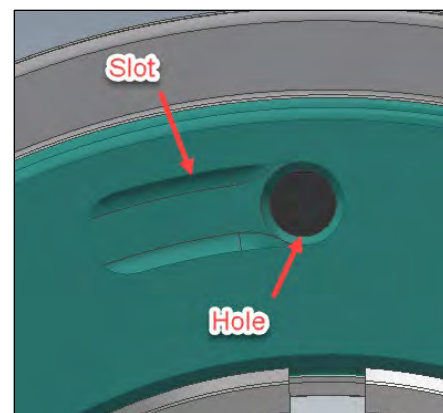

Figure 17. Positionnement du trou de vis dans la fente
4. Tenter de centrer les trous de vis à tête cylindrique sur l'extrémité la plus à droite des rainures des écrous de tensionnement (voir Figure 17).